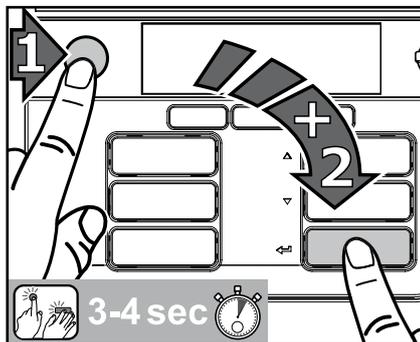

Abb. 34
1. Drücken Sie zuerst den STOPP-Taster, dann die Entertaste  und halten Sie beide 3-4 Sekunden gleichzeitig gedrückt, um in den Reinigungsmodus zu kommen. (Abb. 34)